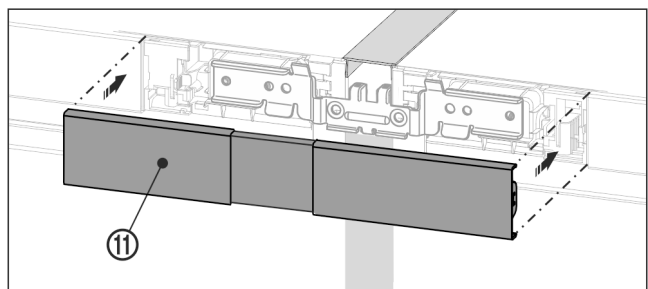

Fig. 30
- ▶ Clipser le cache Fig. 30 (11) supérieur sur l'interstice encore ouvert des deux panneaux du bandeau de commande. Veiller à ce que les parties externes du cache se ferment en affleurant les panneaux du bandeau de commande.